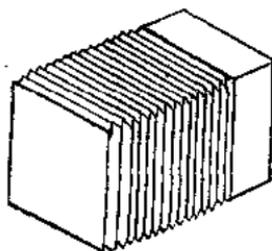

图 9
4. 组合 用墨汁把纸腔、面板和后框的里面完全涂黑。干后, 将后框蒙有半透明纸的一面粘在纸腔的后面, 小孔成像器就完成了(图 9)。为了美观起见, 成像器的外面可以涂水粉画用的颜料。